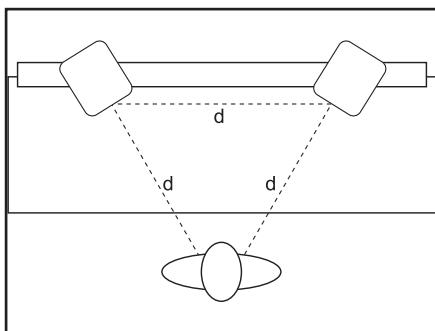

Figura 3
- *Configuración del campo cercano* – En una sala de control, los monitores se suelen colocar sobre el medidor de nivel o en una posición de escucha del campo cercano. La ubicación inicial empieza por medir un simple triángulo equilátero (los tres lados son iguales) con el vértice en el centro de la posición de escucha como “overlay” para la instalación de estéreo. En esta configuración, los monitores izquierdo y derecho se colocan en un ángulo de 60°, equidistantes de la posición de escucha. (Figura 3)